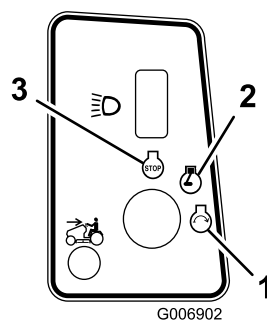

Figura 11
4. Girate la chiave di accensione in senso orario e tenetela in posizione Start (Figura 11). Rilasciatela quando il motore si accende.
2. Prima di scendere dalla postazione di guida ruotate la chiave di accensione su Off, attendete che si fermino tutte le parti in movimento e togliete la chiave di accensione. (Figura 11).